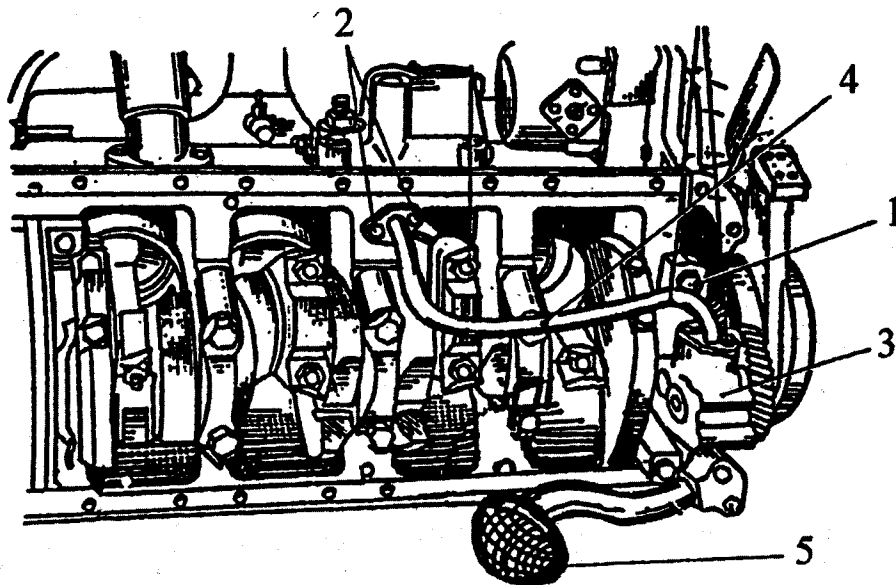

Рис. 3. Снятие масляного насоса с отводящим патрубком
8. Снять масляный насос 3 в сборе с отводящим патрубком 4 (рис. 3).